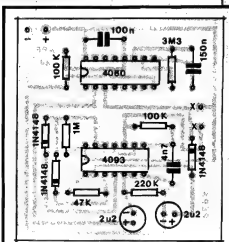

Fig. 3
- FIG. 3 - CHAPEADO DA MONTAGEM - O lado não cobreado da placa mostra, agora, as peças já "repousando" em suas posições definitivas... Pedimos aos Leitores/Hobbistas (como é costume), a maior atenção na colocação dos componentes polarizados, ou sejam: os Integrados, os diodos e os capacitores eletrolíticos (qualquer desses que for colocado "invertido" na placa, "danará" tudo, além de poderem ocorrer danos à própria peça...). Quanto aos resistores e capacitores de poliéster, cuidado para não "trocar" suas posições em função